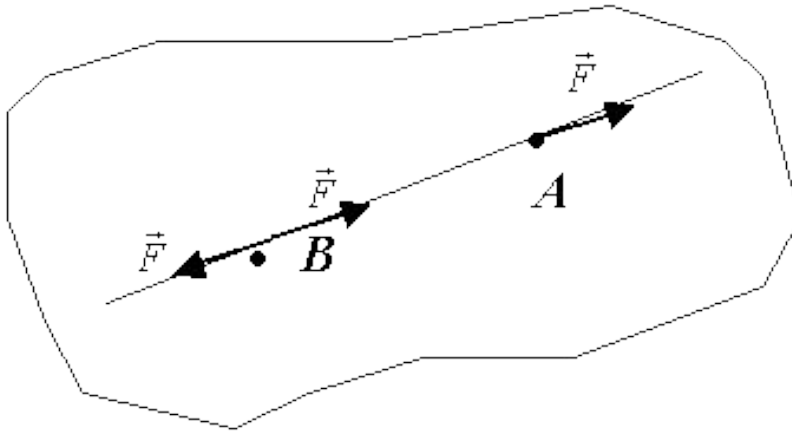

Рис.2.
- **Следствие**. Силу, действующую на точку твёрдого тела, можно переносить вдоль линии действия силы без изменения равновесия (то есть, сила является **скользящим вектором**, рис.2).